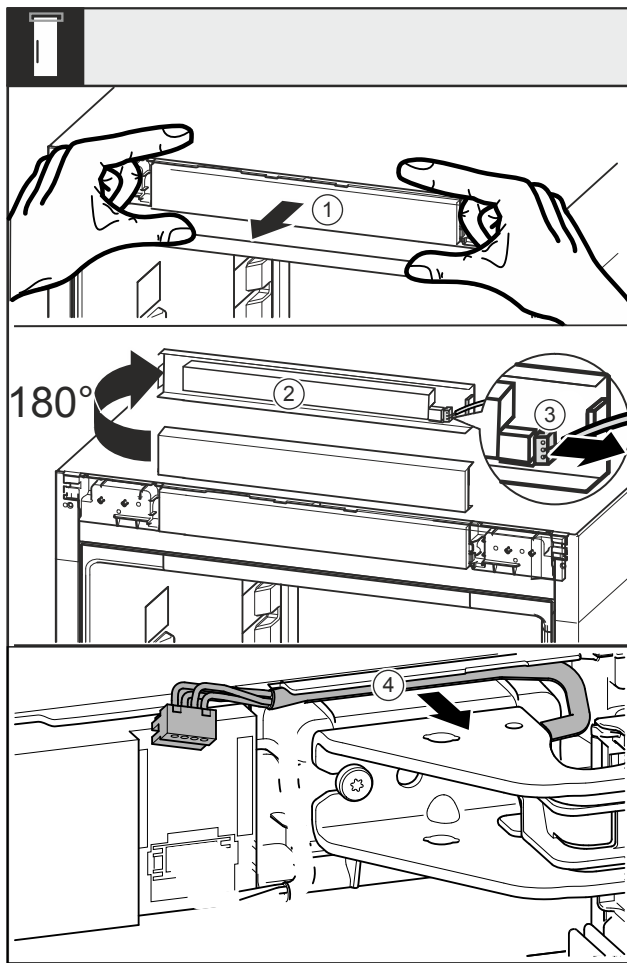

Fig. 16
- ▶ Отсоедините накладку Fig. 16 (1) движением вперед.
- ▶ Поверните накладку Fig. 16 (2) вверх на 180°.
- ▶ Прижмите защелку на штекере Fig. 16 (3) назад и осторожно извлеките штекер.
- ▶ Высвободите кабель Fig. 16 (4) над опорным кронштейном из направляющей.